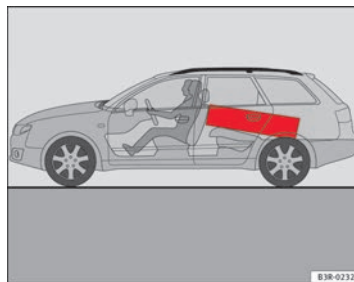

Fig. 114 Los objetos pesados deberían transportarse lo más adelante posible.
- Los objetos pesados deberían transportarse lo más adelante posible ⇒ fig. 114.